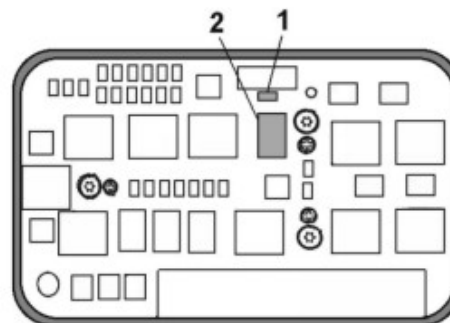

Abbildung 7.
Positionierstifte (2) mit geeignetem Werkzeug bis zum Anschlag nach unten drücken. Die 3 Schrauben ("1" in Abbildung 7) festziehen.